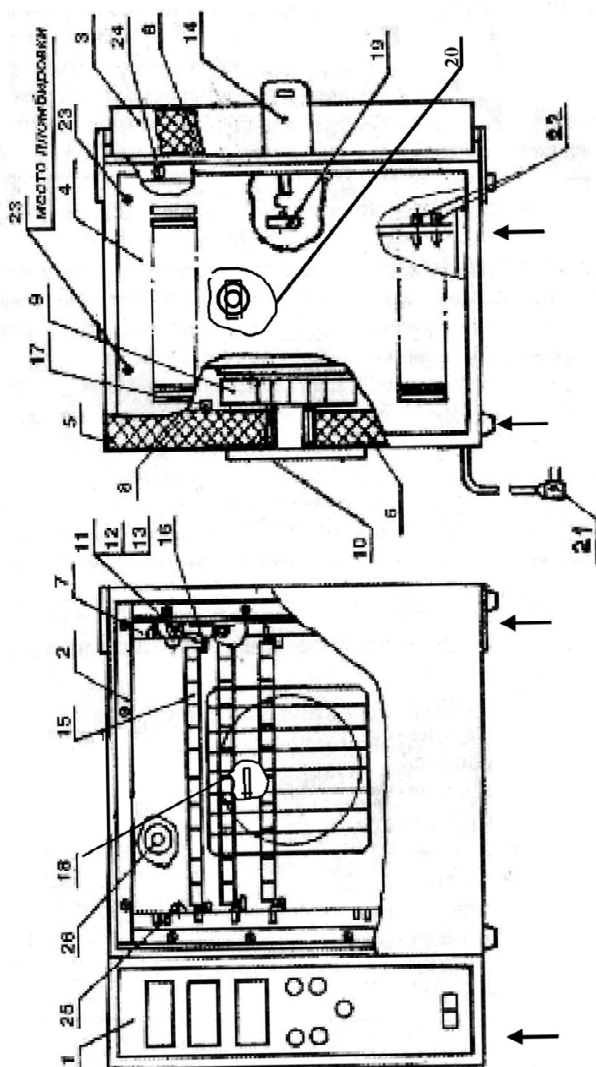

Рисунок 1
3.2.2 Установить угольники 16 (рисунок 1) в пазы камеры на нужных уровнях и на них поместить кассеты.
При работе стерилизатора в режиме сушки 85°C дверь фиксируется в открытом положении защелкой 14 (рисунок 1) на протяжении всего цикла для уменьшения времени сушки.
### 3.2.5. Вилку сетевого шнура 21 (рисунок 1) включить в сеть.
3.2.15. Открыть дверь 3 (рисунок 1) и произвести выгрузку объектов стерилизации. При выгрузке объектов во избежание ожогов необходимо применять средства индивидуальной защиты (СИЗ) рук.